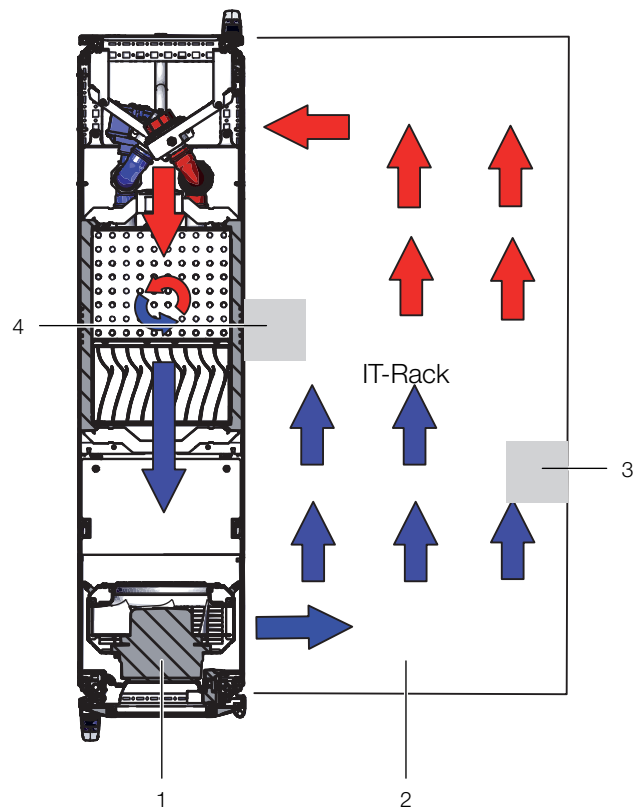

Abb. 33: Anordnung der Schaumstoffstreifen bei seitlich durchströmten Geräten (Draufsicht) – LCP Rack
- Sind im Serverschrank mehrere seitlich durchströmte Geräte eingebaut, schneiden Sie entsprechend mehrere Stücke aus dem Schaumstoffstreifen heraus, so dass sich schließlich auf der Höhe jedes seitlich durchströmten Geräts links oder rechts am Serverrack eine Aussparung im Schaumstoffstreifen befindet. Achten Sie darauf, dass sich auf der Warmluftseite der Geräte keine Aussparungen befinden (Abb. 33, Pos. 3).
- Befestigen Sie diese Schaumstoffstreifen nach hinten versetzt auf der Kaltluftseite der Geräte (Abb. 33, Pos. 4). Achten Sie darauf, die Streifen so anzubringen, dass alle in den Geräten verbauten Lüfter Kaltluft ansaugen können bzw. dass keiner der Lüfter verschlossen wird.
Die Schaumstoffstreifen können zwischen der vorderen und hinteren Stütze des Serverschranks über die gesamte Tiefe an den seitlich durchströmten Geräten angebracht werden (Abb. 33).